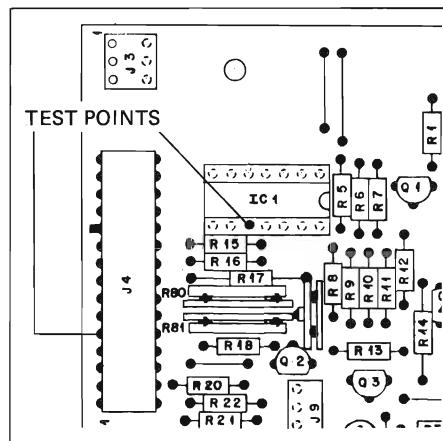

Fig. 3.12
- An IC1 Pin 10 (Mikroprozessortprint 1.710.465) oder an Steckerleiste J4, Pin 5 Oszilloskop oder hochohmiges Voltmeter ($> 1 \text{ MOhm}$) gegen Masse anschliessen (Fig. 3.12).
- Connect oscilloscope of high-impedance voltmeter ($> 1 \text{ Mohm}$) to IC1 pin 10 (microprocessor board 1.710.465) or multipoint connector J4 pin 5 against ground (Fig. 3.12).
- Branchez un oscilloscope ou un voltmètre à haute impédance ($> 1 \text{ MOhm}$) sur la broche 10 du circuit intégré IC1 (circuit du microprocesseur 1.710.465) ou sur la broche 5 du connecteur J4 (fig. 3.12).